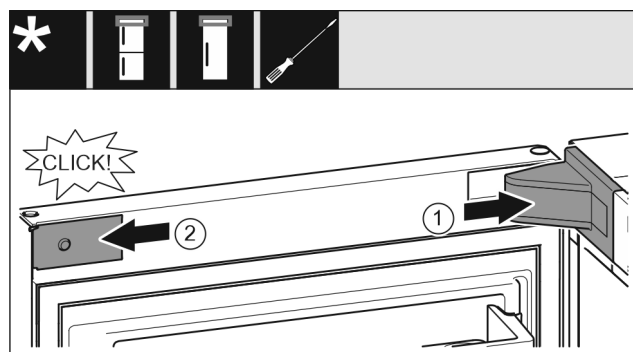

Fig. 33
- ▶ Nasadíte kryt ložiskovej konzoly a zaistíte, príp. opatrne roztláčte. Fig. 33 (1)
- ▶ Zboku nasadíte a zaistíte kryt. Fig. 33 (2)